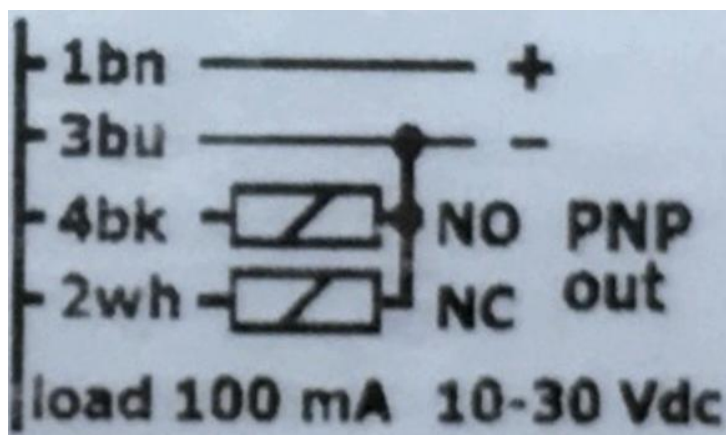

图 18-2 光电传感器连接图示例
1) 反光式光电传感器：输出信号类型为光电开关信号，安装在传送带一端；目前软件上只支持光无遮挡时给控制器输入高电平，有遮挡时，给控制器输入低电平，以下降沿作为有料触发信号，工作电压为 24V，具体接线如图 18-2 所示。